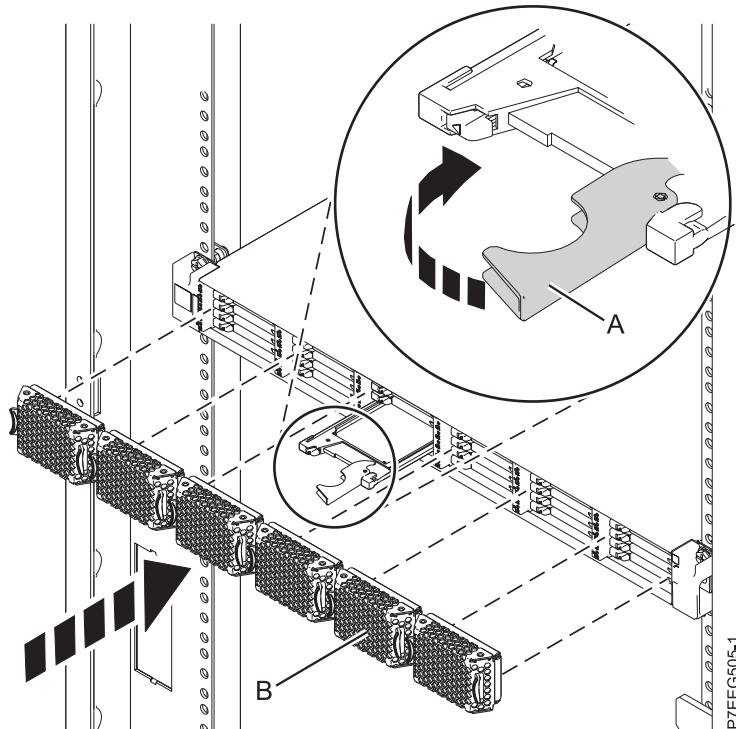

Figure 25. Remplacement d'une unité SSD dans le boîtier de stockage PCIe 58/88.
3. Tournez la poignée de verrouillage (A) pour la mettre en position verrouillée, comme indiqué à la figure 25, à la page 45.
4. Installez le panneau (B).